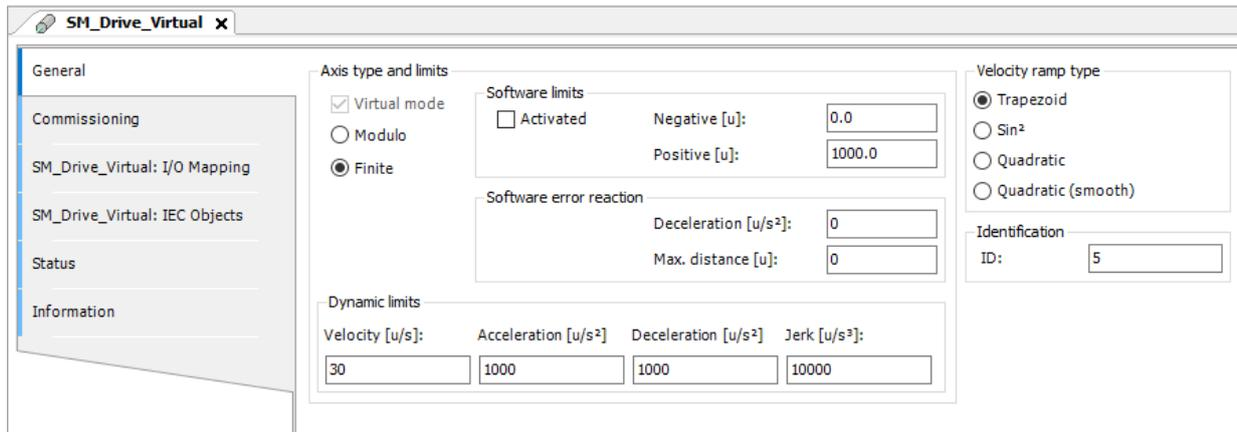

Figura 5.6: Ejemplo configuraciones de eje virtual.
- Configure la pestaña **General**, de acuerdo con la Figura 5.6.